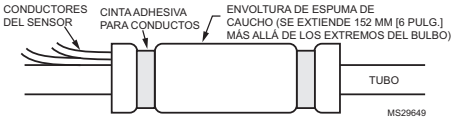

Fig. 1. Fijación del bulbo al tubo.
- 2. Asegure el bulbo al tubo con los zunchos. Ver Fig. 1.